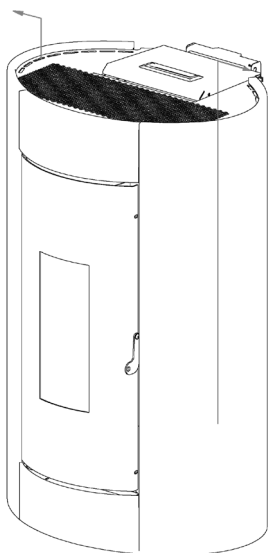

Fig. 58 - Verwijdering zijpanelen
- De zijpanelen van onder naar boven losmaken (zie **Fig. 58**).